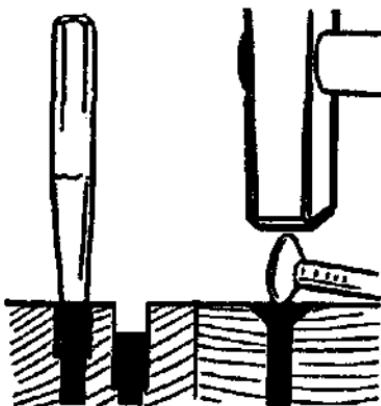

Рис. 27, Утапливаниеголовки гвоздя.
- ✓ **Утапливание головок гвоздей** (рис. 27) представляет собой их вколачивание на глубину около 3 мм ниже поверхности детали и осуществляется с помощью пробойника или гвоздя.